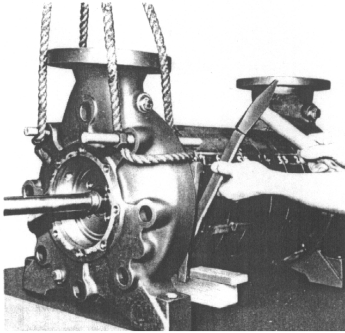

Fig. 10
- Calçar com madeira a região inferior dos Corpos de Estágio, evitando esforços e pancadas no Eixo. Passar dois tirantes e corda na Carcaça de Pressão, para facilitar a desmontagem e evitar esforços no Eixo. (Vide fig. 10)
- Utilizando uma alavanca ou um pedaço de chumbo desencaixar a Carcaça de Pressão e desmontá-la. (Vide fig. 10) O Difusor de Último Estágio e o Anel O'ring sairão junto com a Carcaça de Pressão